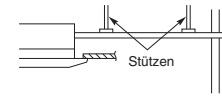

Abb. 3-14
- Beim Anbringen des Ablaufrohrs an der Einheitsseite nicht mit Gewalt vorgehen. Ebenso darf das Rohr nicht ohne Abstützung von der Anschlussstelle an der Einheit herabhängen. Das Rohr daher an einer Wand, einem Rahmen oder einer anderen Stelle so nah wie möglich zum Gerät befestigen. (Abb. 3-14)